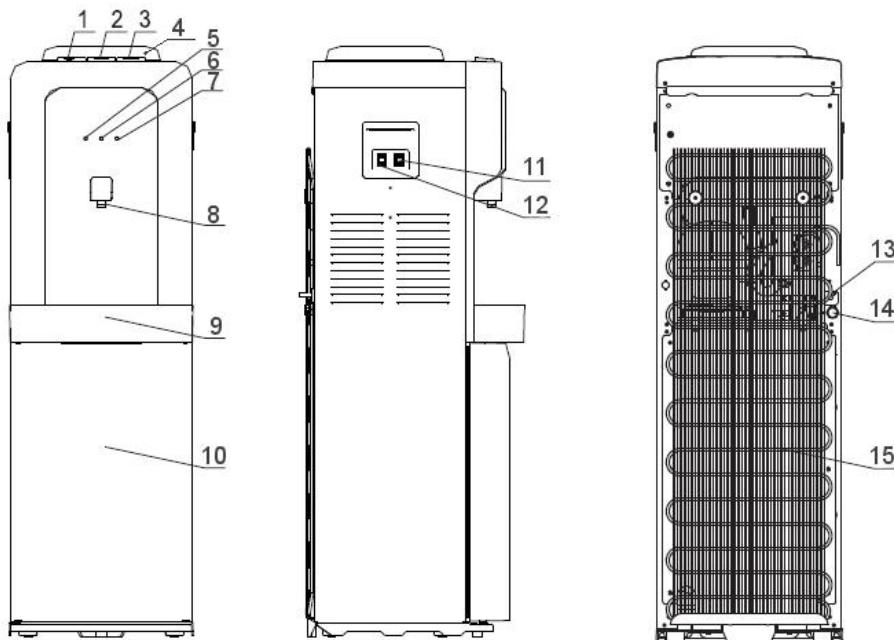

Рис. 1. Схема аппарата V900 CS (V900 BS)
3. Возьмите емкость для воды и слейте с краника холодной воды воду. Убедитесь, что горячая вода в аппарате остыла и только после этого слейте горячую воду с краника горячей воды. Остатки воды в системе необходимо слить, открыв пробку из отверстия для слива воды, расположенного на задней стенке аппарата (рис.1 - 14). Вставьте пробку обратно в отверстие для слива воды.
8. Через 5-6 часов слейте раствор из системы: слейте воду из краников холодной и горячей воды, остатки раствора слейте через отверстие для слива воды (рис.1 - 14). Вставьте пробку обратно в отверстие для слива воды.
9. Промойте аппарат чистой водой (необходимо залить в систему около 4 литров чистой воды и слить через краники горячей и холодной воды, отверстие для слива воды (рис.1 - 14)). При необходимости повторите процедуру. Вставьте пробку обратно в отверстие для слива воды.
5. Остатки воды в системе необходимо слить, открыв пробку из отверстия для слива горячей воды (рис.1 - 14).